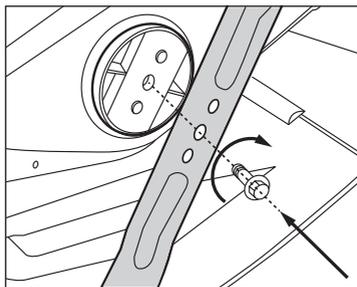

Рис. 17
5. Закрепите новый нож болтом, подложив под него шайбу. Обратите внимание на то, чтобы нож был правильно ориентирован (рис. 17).